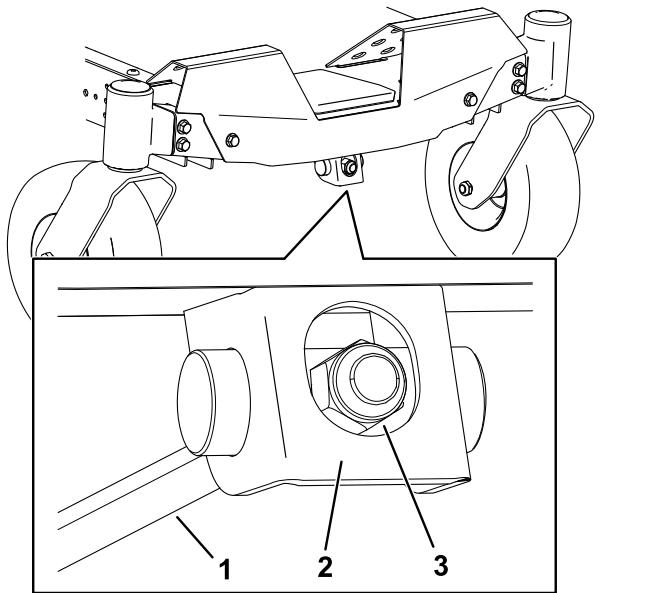

Рисунок 70
- Поверните регулировочную гайку в передней части газонокосилки (Рисунок 70).